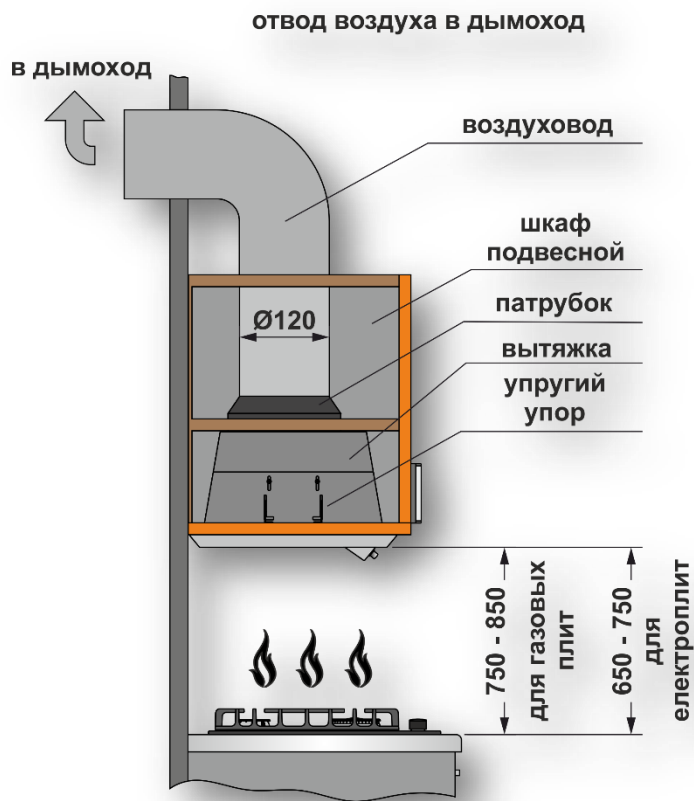
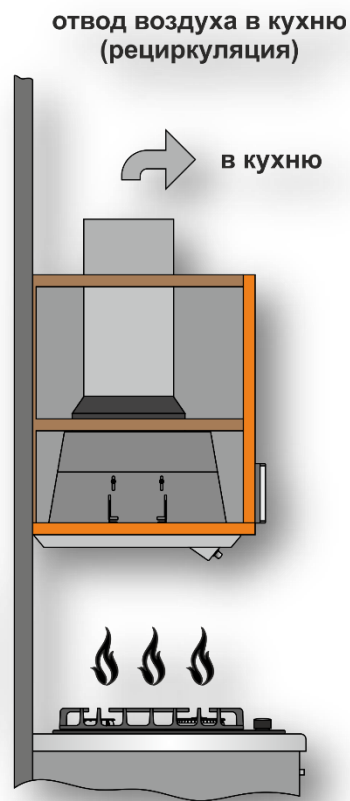

Рис.1
Рис.2
4.5 При монтаже вытяжки на необходимой установочной **высоте Н** над плитой (**рис.1**) для отвода воздуха в дымоход используйте воздуховод **Ø150 x Ø120мм**. Меньший диаметр создаст дополнительное сопротивление воздуху, что приведет к увеличению шума и вибрации, а также к перегреву двигателя.
5.3 В зависимости от схемы установки вытяжка работает в двух вариантах (**рис.1 / рис.2**):
- в режиме отвода воздуха в дымоход кухни (**рис.1**);
- в режиме рециркуляции (замкнутый кругооборот воздуха в кухне) (**рис.2**).
Напоминаем, что высота установки вытяжки над электроплитами должна быть не меньше 650мм, а над газовыми - не меньше 750мм (рис.1).